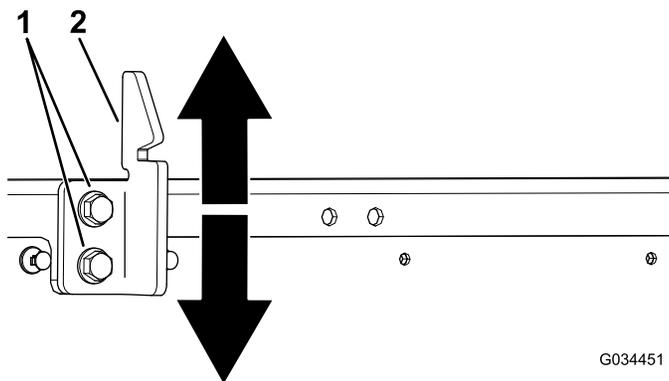

Рисунок 66
3. Ослабьте 2 болта на ударном выступе защелки кузова и переместите ударный выступ вверх или вниз, если он расположен слишком низко или слишком высоко (Рисунок 66).
4. Затяните 2 болта на ударном выступе защелки кузова (Рисунок 66).